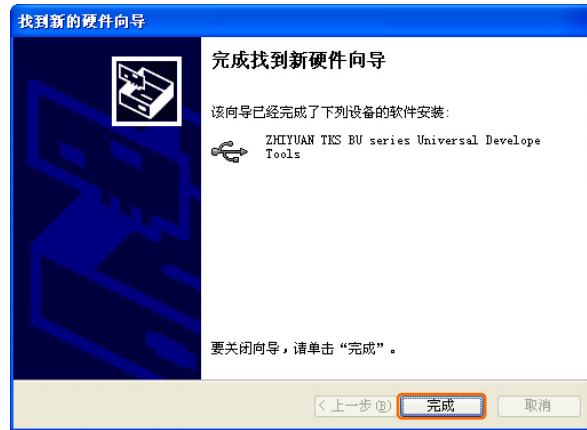

图 2.13 新硬件安装完成
3. 驱动安装完毕，系统会弹出如图 2.13 所示的对话框，提示用户已经完成驱动的安装。此时，点击【完成】即可。至此，驱动程序安装完毕。